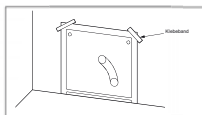

Abb. 2
1. Verwenden Sie für die Standardinstallation die beiliegende Schablone, um das Loch für das Abgasrohr korrekt zu positionieren. Markieren Sie außerdem die Position der Bohrung für die Wandhalterung. Befestigen Sie die Schablone mit Klebeband oder Reißzwecken an der gewünschten Stelle (Abb. 2).